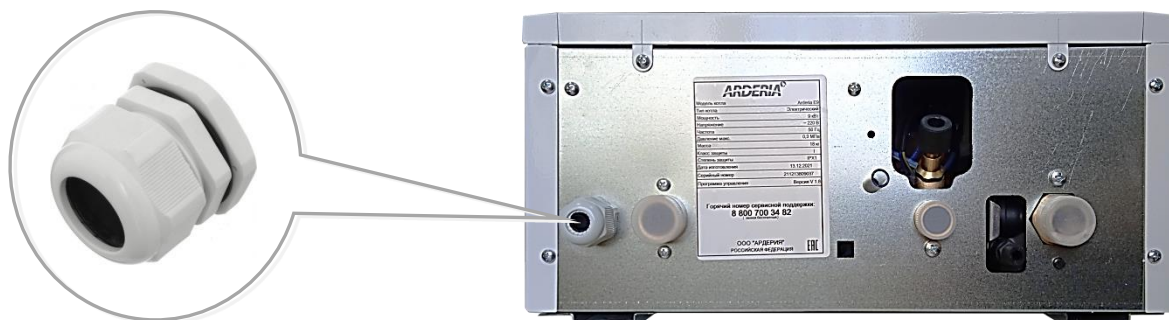

Рис. 13 Кабельный ввод
- Кабель питания прокладывается через кабельный ввод в нижней части электродотла (См. Рис. 13).